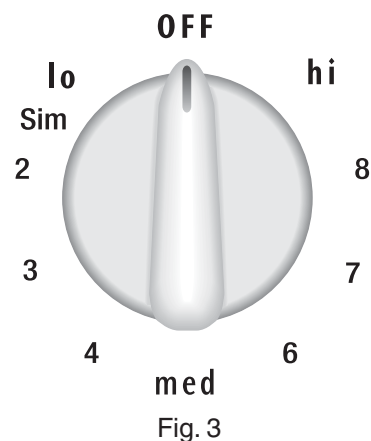

Fig. 3
2. Enfoncez et tournez le bouton de commande d'un côté ou de l'autre au réglage désiré (Fig. 3). Débutez la plupart des cuissons à la position la plus élevée et ensuite continuez la cuisson en réglant le bouton à une position plus faible. Chacun des éléments de cuisson produit une chaleur constante. Si un halo rouge déborde de l'ustensile de cuisson ceci indique que le diamètre de ce dernier est **trop petit** pour l'élément utilisé.